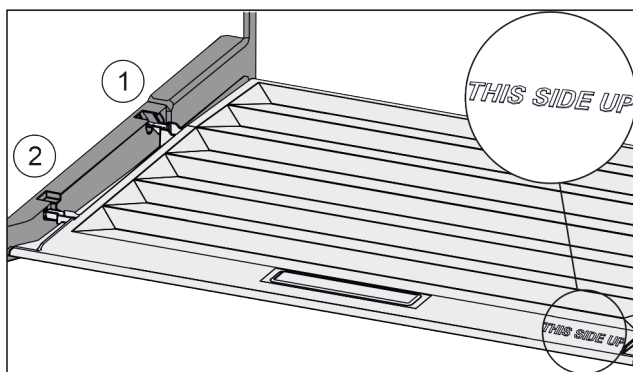

Fig. 72
- ▶ Ramiona pokrywy wprowadzić ponad otworem tylnego uchwytu Fig. 72 (1) i zazębić z przodu w uchwycie Fig. 72 (2).